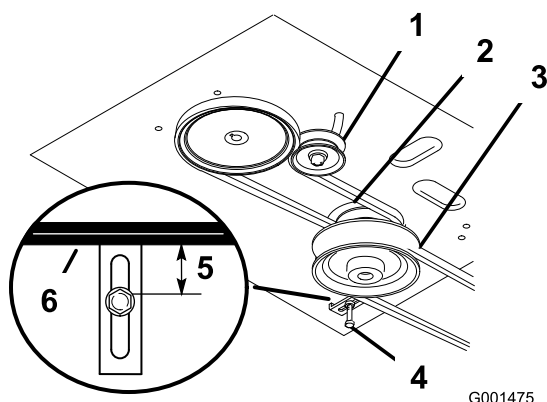

Figure 47
8. Vérifiez que le guide de courroie sous le bâti du moteur est réglé correctement (Figure 47).
Remarque: Le guide de courroie et la courroie du tablier de coupe doivent être espacés de 19 mm (3/4 po) quand la courroie est engagée (Figure 47). Réglez la courroie du tablier de coupe au besoin. La courroie désengagée ne doit pas traîner ni tomber de la poulie quand les guides et la tension de la courroie sont réglés correctement.